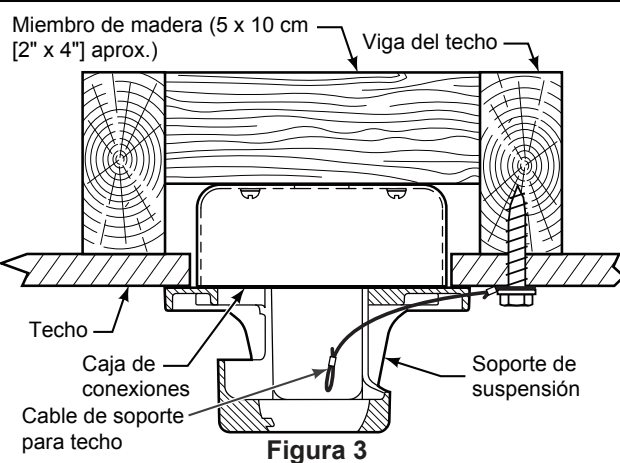

Figura 3
Uso del soporte (Figura 3)
3. Afloje los dos tornillos de fijación del soporte del barral de soporte para techo a través de la varilla. Introduzca los cables de color marrón, azul, rojo, gris, amarillo cables y cable de seguridad a través de la varilla. (Figura 3)
1. Perfore un orificio de 1/4" en la estructura del edificio para evitar grietas con la instalación del tornillo de intervalo. Utilice el tornillo de intervalo de 3/8"x2" y la arandela plana para fijar el cable de seguridad a la viga del techo o a la estructura de madera. Dicho tornillo pasará a través de arandela plana, la presilla del cable de seguridad y se fijará en la estructura del edificio. (Figura 3)
NOTA: el cable de soporte para techo no se puede asegurar solamente a la caja de conexiones; se debe asegurar directamente a la viga de techo o miembro estructural con el tornillo de cabeza cuadrada de 3/8"x2" y la arandela plana. (Figura 3)
- 2. Deslice el receptor en el soporte de suspensión antes de realizar el cableado como se muestra en la figura 3.
3. Instale el ensamble de la placa de iluminación en el soporte utilizando las dos ranuras principales de conexión. Vuelva a colocar el tornillo retirado previamente y asegure los tres tornillos. (Figura 3)
3. Retire la cubierta de la batería del control remoto con un destornillador y conserve el tornillo para luego. (Figura 3)